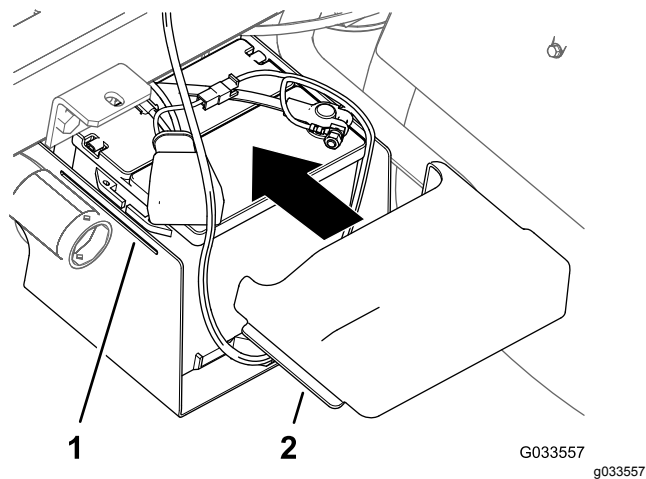

Рисунок 33
10. Сожмите с обеих сторон крышку аккумуляторной батареи, совместите лапки в крышке с пазами в основании аккумуляторной батареи и отпустите крышку аккумуляторной батареи (Рисунок 33).